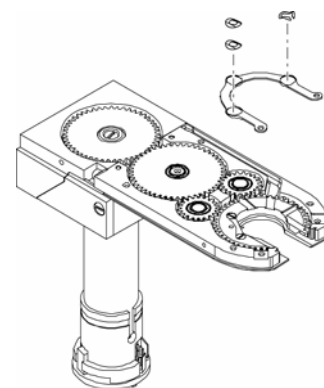

Figure 48 ブラシとスプリングの取り外し
7. **Fig.48** に示すとおり、ブラシ、波型スプリング、および湾曲したディスク・スプリングを外し、廃棄します。ご注文の際は、Table 3 のスペア・パーツ・リストをご参照ください。交換部品につきましては、スウェーヂロック指定販売会社までお問い合わせください。